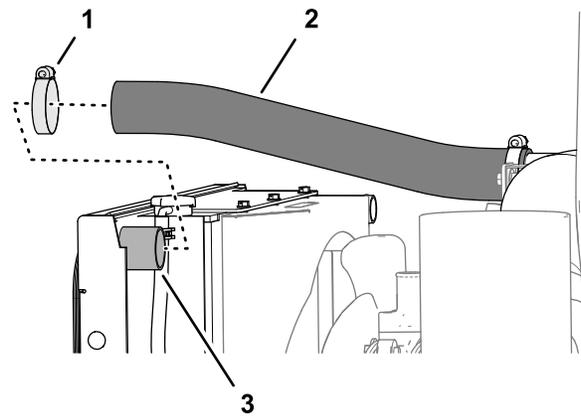

Figura 40
- Monte a extremidade livre do tubo de entrada de ar por cima da saída na parte superior do radiador (Figura 40).